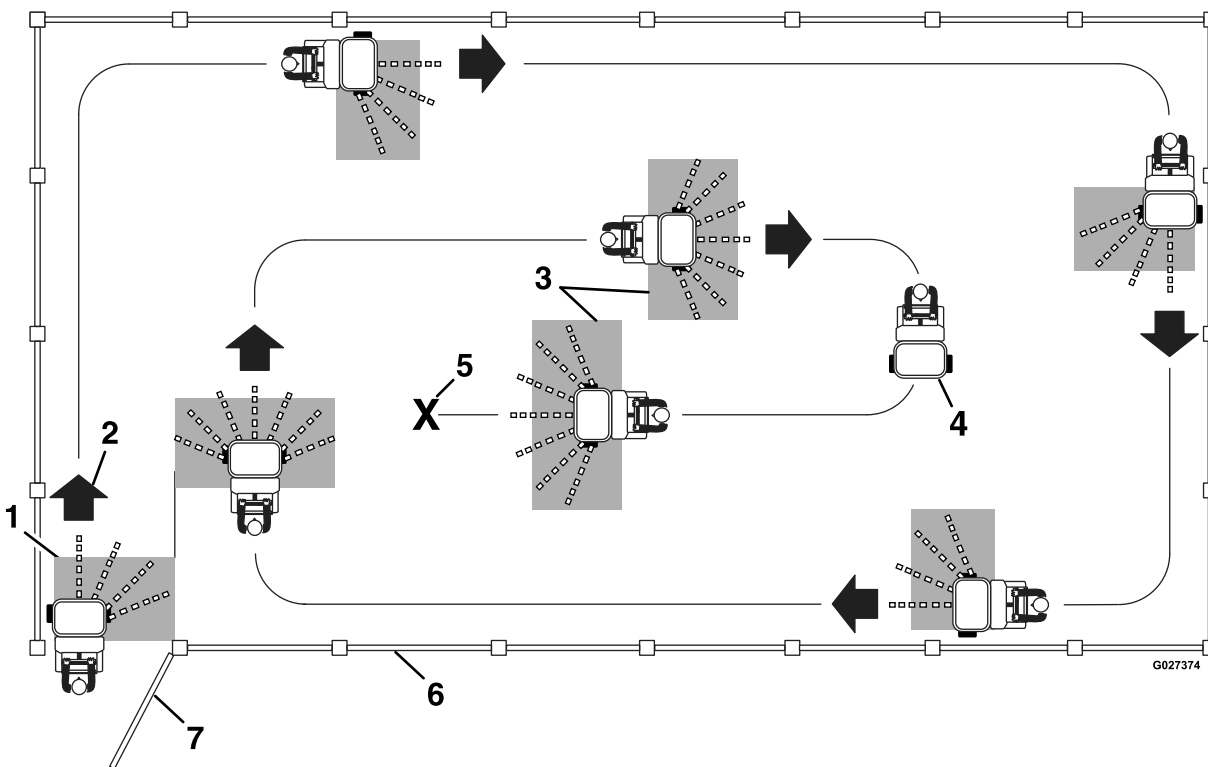

Figura 35
- Para asegurar una aplicación uniforme, distribuya el material en un patrón solapado, según se muestra en Figura 35.